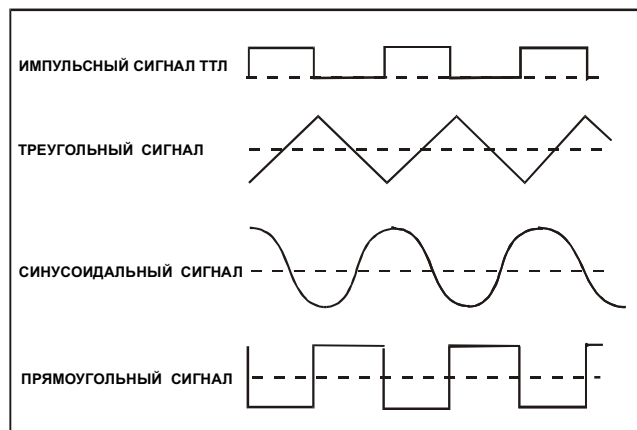

Рис. 4
1. Сначала выберите форму выходного сигнала (8), диапазон (7); вращая регулятор FREQUENCY (13), настройте нужную частоту (ее значение будет индифицироваться на дисплее).
2. Подсоедините выход (22) к осциллографу или к другому устройству для наблюдения формы выходного сигнала.
3. Вращая ручку AMPL (12) установите необходимую амплитуду сигнала.
4. Если требуется ослабление сигнала, вытяните регулятор AMPL (12) для получения ослабления на 20дБ или нажмите регулятор (12а) для дополнительного ослабления на 20дБ.
5. Виды форм выходного сигнала и соотношение фаз показаны на рис.4: